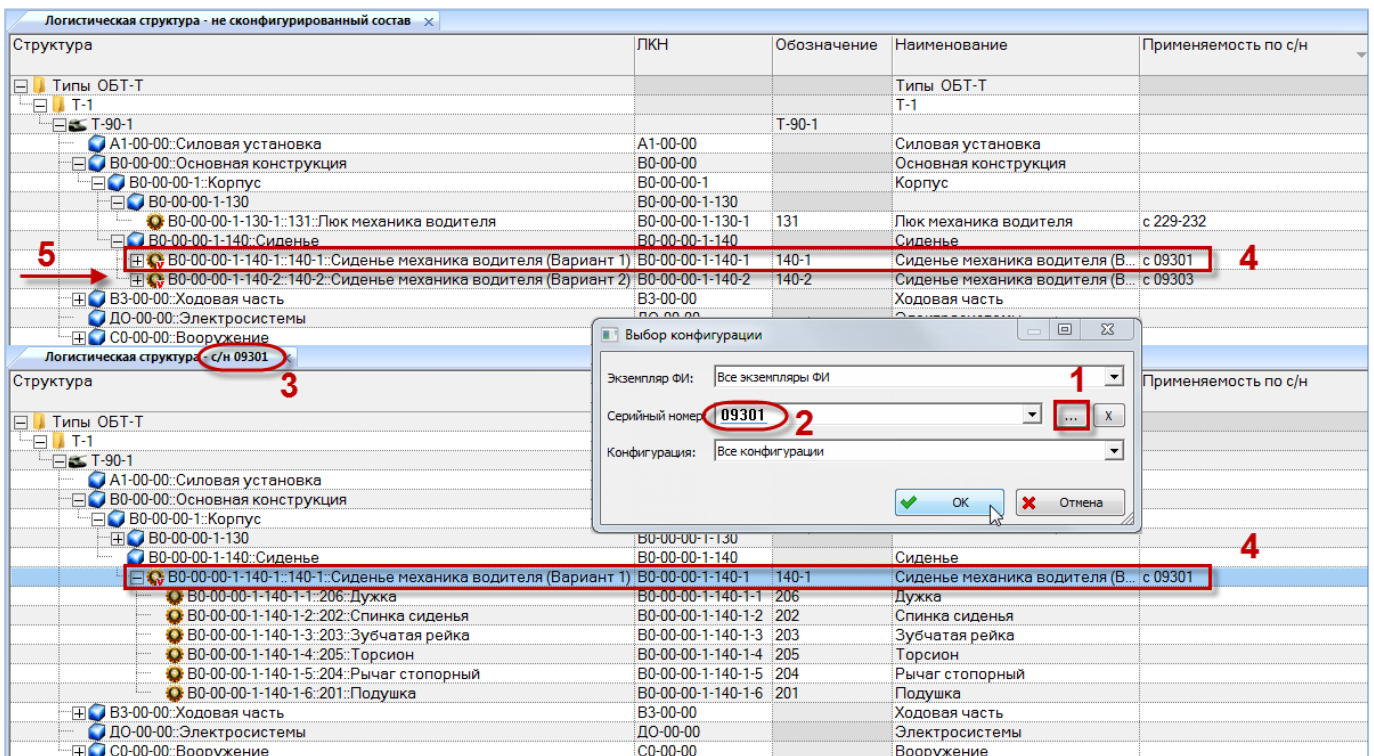

Рис. 13-112 – Формирование состава изделия для выбранного серийного номера
2) Откроется окно «Выбор конфигурации» (рис. 13-112).
3) Указать серийный номер изделия в поле «Серийный номер». Для этого нажать кнопку «Установить применимость по серийным номерам на основе заказа» (1 на рис. 13-112) справа от этого поля. При этом открывается окно «Список заказов». Выбрать заказ
из списка или создайте новый – номер заказа будет использован в качестве серийного номера изделия (2 на рис. 13-112).
4) В окне «Логистическая структура» будет выведен состав выбранного экземпляра изделия. В заголовке окна выводится серийный номер экземпляра (3 на рис. 13-112). Если экземпляр входит в какую-нибудь конфигурацию, то выводится также код и наименование этой конфигурации.
На рис. 13-112 приведен пример структуры изделия с выбранным серийным номером в сравнении с неконфигурированной структурой (в верхней и нижней части рисунка, соответственно). В структуре изделия с серийным номером «09301» присутствует компонент, удовлетворяющий правилу применяемости по серийным номерам (4), а компоненты, которые этому правилу не соответствуют, исключены из нее (5).